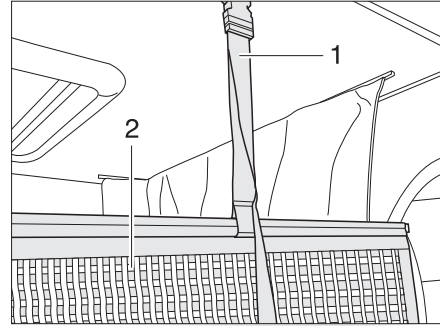

Fig. 175 Fixation filet de sécurité
Le filet de sécurité (Fig. 175,2) et les sangles de retenue sont rangés sous le matelas. Ne tendre le filet de sécurité qu'une fois que les personnes se trouvent dans le lit escamotable.
- Faire s'enclencher les sangles de retenue (Fig. 175,1) dans les œillets du plafond.